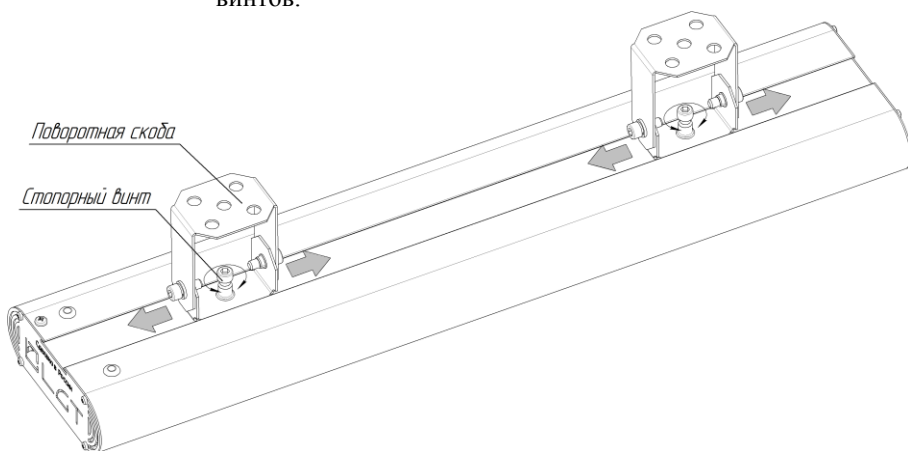

Рис. 1
- 1) Отрегулировать положение поворотных скоб на светильнике (Рис. 1). Минимальное рекомендуемое расстояние от краев светильника до поворотных скоб 50 мм. Фиксация положения поворотных скоб осуществляется с помощью стопорных винтов.